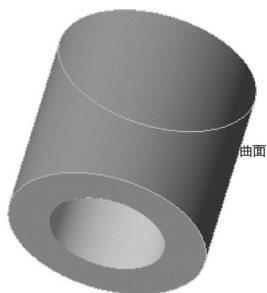

图 10-69 选择拔模面
STEP 03 打开“拔模”选项卡，在模型上单击鼠标左键，选择拔模面，如图 10-69 所示。